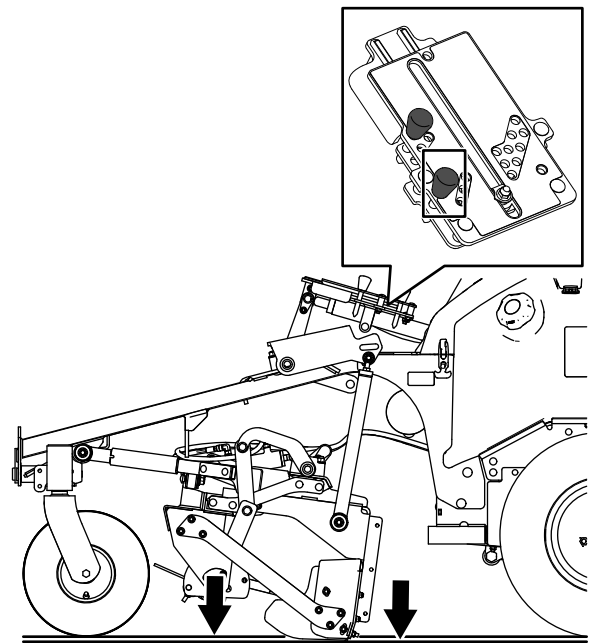

Figura 47
- Orificio de tope del apero en o por debajo del nivel del suelo (Figura 47)
- Afloje la contratuerca que sujeta la rótula al acoplamiento de elevación (Figura 47).